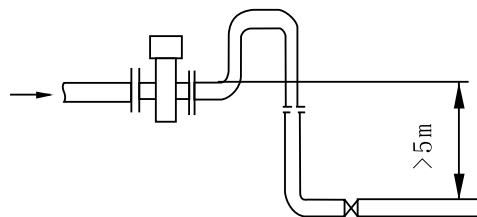

图4
- (4) 管线落差高度超过5m，应在流量计的下游安装排气阀（防止真空）。见图4